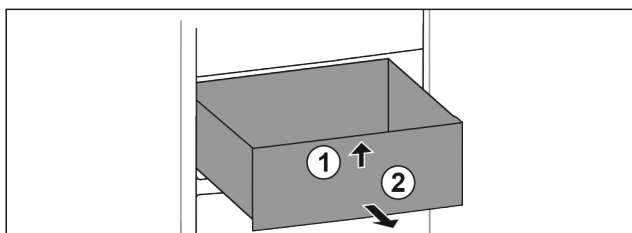

Fig. 15
- ▶ Nadzvedněte zásuvku vpředu. Fig. 15 (1)
- ▶ Vyjměte zásuvku dopředu. Fig. 15 (2)